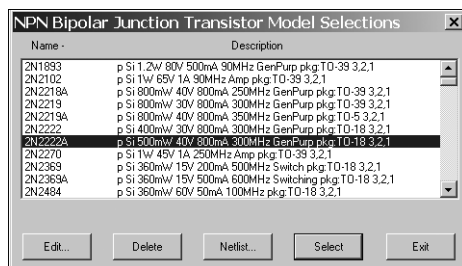
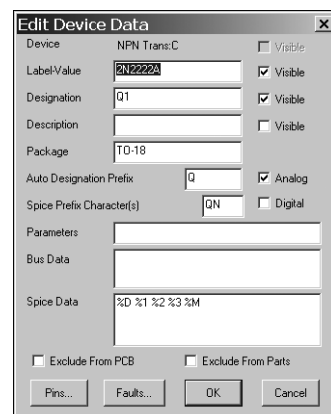

Рис. 9.18. Промежуточное окно для настройки параметров транзистора
Рис. 9.19. Окно с параметрами транзистора
4. Если есть необходимость изменить параметры транзистора, то дважды щелкните мышью на изображении этого компонента, на экране сначала появится диалоговое окно, показанное на рис. 9.18. В этом окне необходимо щелкнуть мышью на кнопке **Netlist**, после чего появляется окно, показанное на рис. 9.19, в котором можно будет выполнить все необходимые изменения.